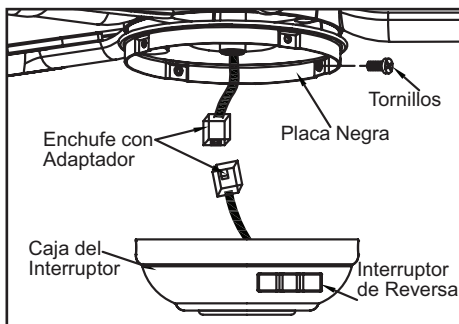

Figura 16
- Quita los cuatro tornillos de montaje en la placa negra debajo del ensamblaje del motor del ventilador (Figura 16).
- Monta la caja del interruptor en la placa negra debajo del motor alineando los cuatro orificios de tornillo y asegurándola con los cuatro tornillos que quitaste en el paso 2 (Figura 16).